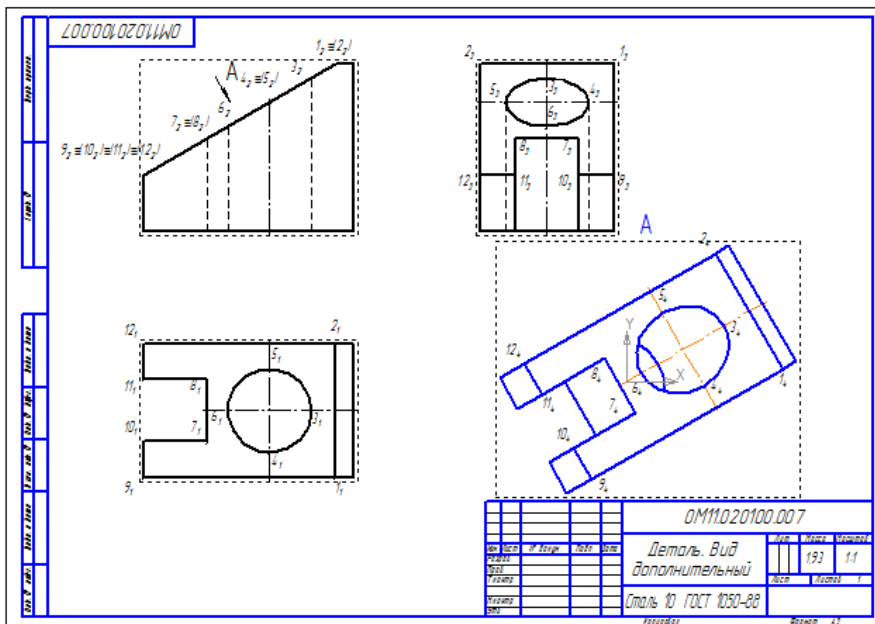

Рис. 11
* На наклонной грани отмечаем характерные точки, мысленно определяя место их расположения и количество. Строим эти точки на сопряженных видах и дополнительном (см. п. 8 и рис. 11).
8.2 Щелкнуть по полю, указать числовое значение с помощью клавиатуры, например 1, и указать индекс: внизу, в **Панели свойств**, выбрать  **Вставка** / Индекс  **Вставить индекс (средней высоты)**, с помощью стрелки на клавиатуре опуститься вниз и зафиксировать числовое значение, например 2 (проставить знак совпадения и скобки, см. рис. 11) / **Создать объект** .